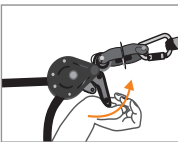

Fig. 5
For at afmontere livlinen, træk i knasthåndtaget (4) (Fig. 5). Afhængt det hele, og pak det i den originale taske. Efterlad ikke livlinen installeret efter et indgreb, den skal maksimalt installeres for en dags indgreb.